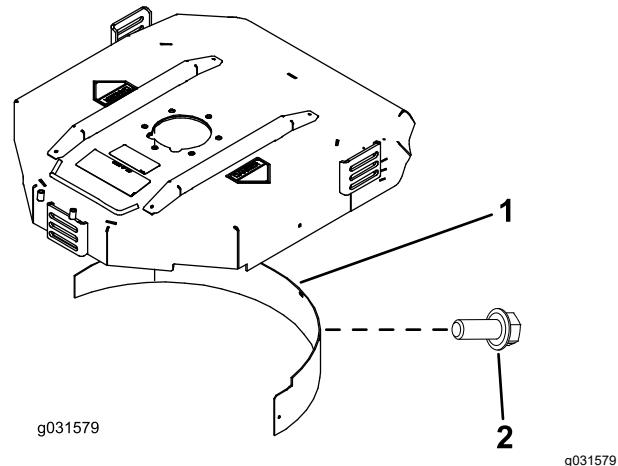

图 21
- 将碎草隔板装入后开口内并使用 5 个凸缘头螺栓进行固定 图 21。